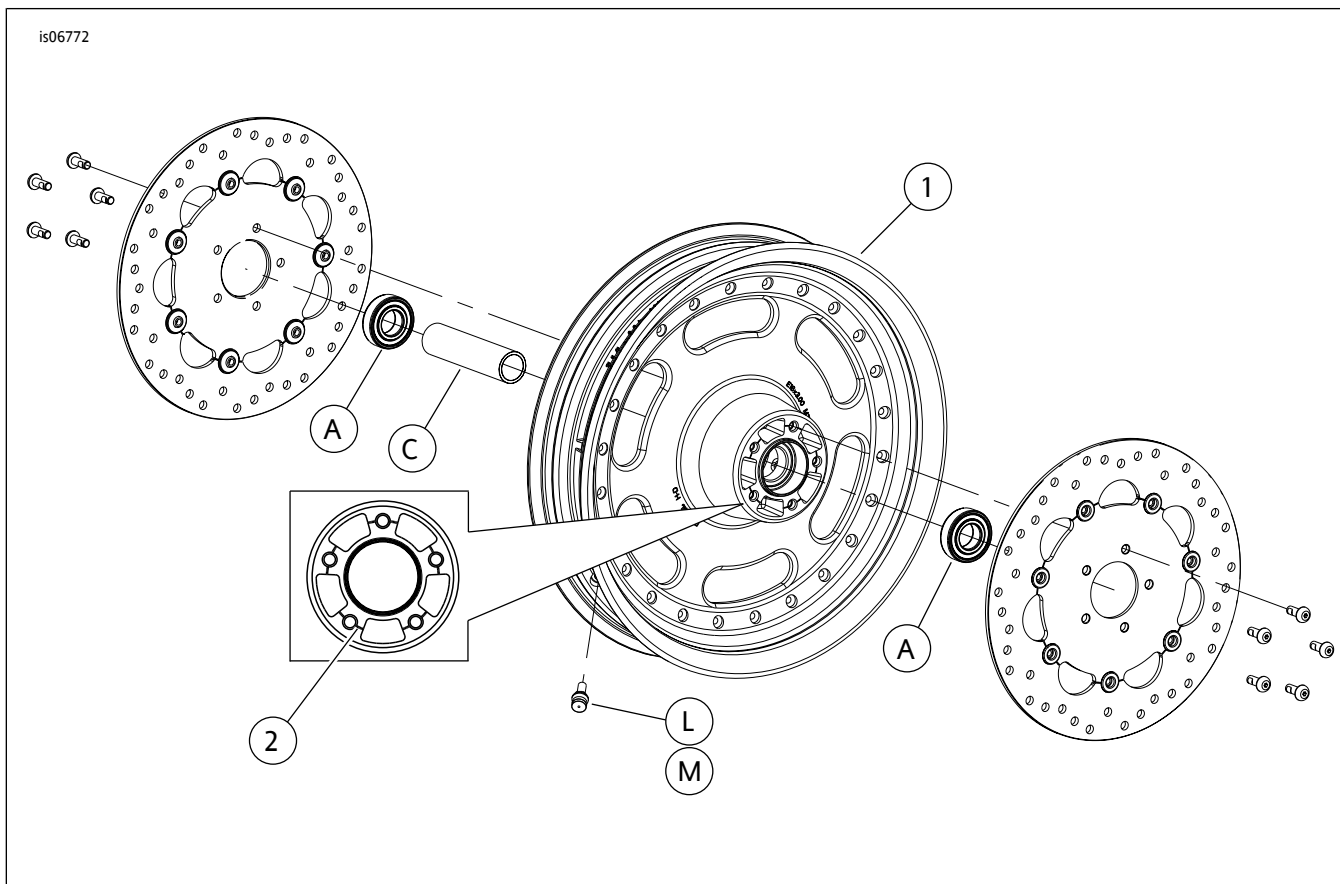

图1。维修零件：戴纳肥霸Cutback前轮
2. 参见图1。在车轮上安装阀杆组件(L)。请参阅维修手册。